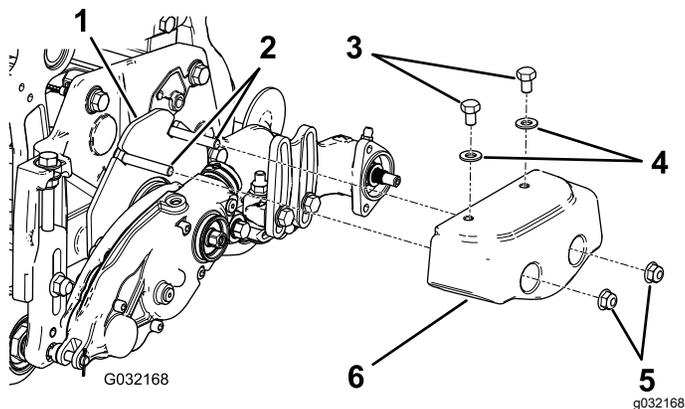

图 6
- 12.7cm 电动滚刀组需要配重块套件型号 03419 如 图 6 所示丢弃随滚筒刷套件一起提供的配重块和紧固件不使用。
- 17.8cm 液压和电动滚刀组需要配重块套件型号 03419 如 图 6 所示适用于滚筒刷套件型号 03659。